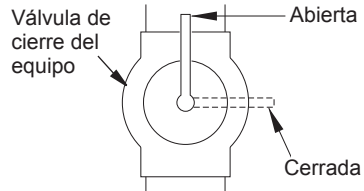

Figura 17 - Válvula de cierre del equipo
1. Cierre la válvula de cierre del equipo (consulte la figura 17).
1. Abra la válvula de cierre del equipo (consulte la figura 17, página 53).